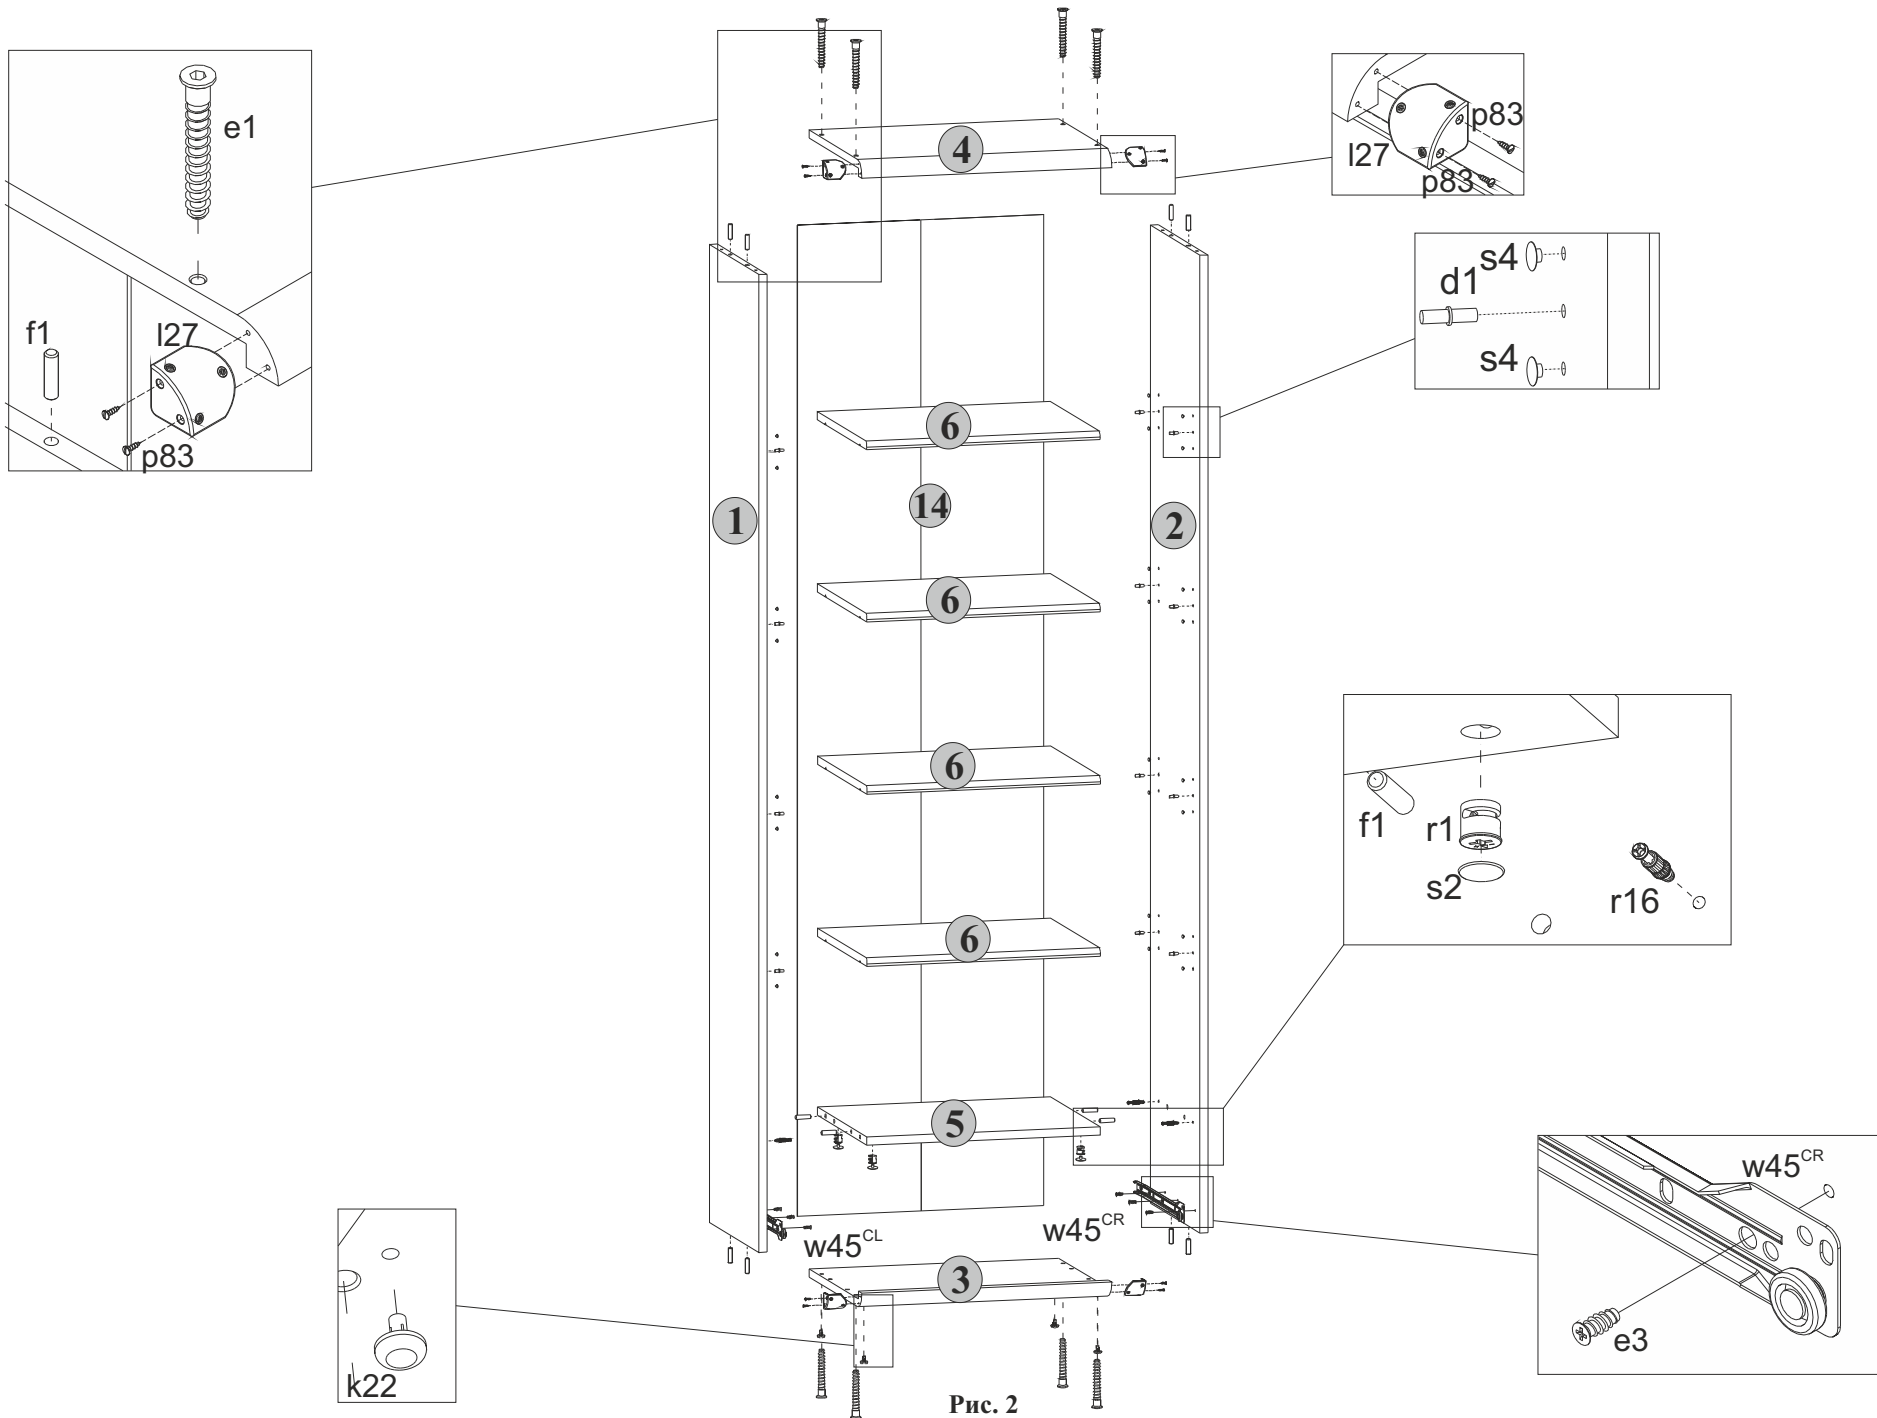

Рис. 2
5.4 В отверстия диаметром **5 мм** над направляющими **w45^{CL}** и **w45^{CR}** на внутренних поверхностях стенок боковых **1** и **2** вкрутить винты стяжки **r16**, пользуясь крестообразной отверткой (**см.рис. 2**).
5.5 В остальные отверстия диаметром **5 мм** на внутренних поверхностях стенок боковых **1** и **2** в зависимости от уровня расположения полок вкладных вставить полкодержатели **d1**. Оставшиеся отверстия закрыть заглушками **s4** (**см.рис. 2**).
5.6 На нижней поверхности полки соединительной **5** в отверстия диаметром **15 мм** вставить стяжки эксцентриковые **r1** (**см.рис. 2**).
5.7 В отверстия диаметром **4,5 мм** на нижней поверхности щита нижнего **3** вставить опоры полимерные **k22** (подпятники) (**см.рис. 2**).
5.8 К стенкам боковым **1** и **2** присоединить щиты нижний **3** и верхний **4** и стянуть еврошурупам **e1**, пользуясь специальным ключом **z1** из комплекта фурнитуры (**см.рис. 2**).
5.2 В отверстия диаметром **8 мм** на верхних и нижних кромках стенок боковых **1** и **2**, а также на боковых кромках полки соединительной **5** вбить деревянные шканты **f1** (**см.рис. 2**).